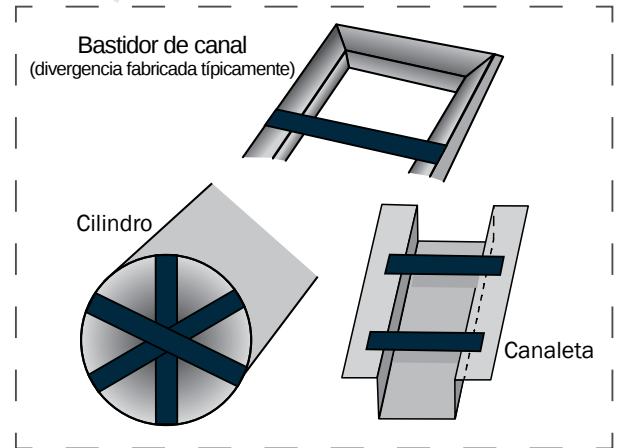

Ilustración 7: Refuerzo temporal
- Use refuerzo temporal en diseños de pared delgada y asimétricos (Ilustración 7).